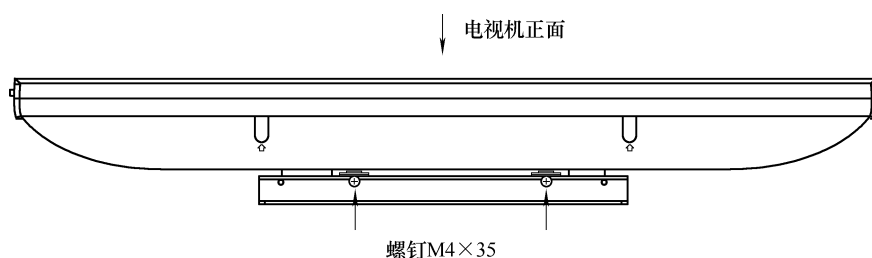

图 2-40 墙壁安装 3
3) 将装好挂轮的整机挂在固定好的壁挂支架上，在壁挂支架的顶部用螺钉拧紧，防止整机从壁挂支架上意外脱落，如图 2-40 所示。